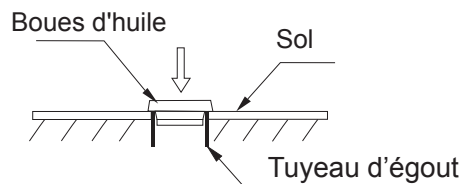

Figure 1
1. Installez le joint sur le siphon de sol et scellez bien (voir figure 1)